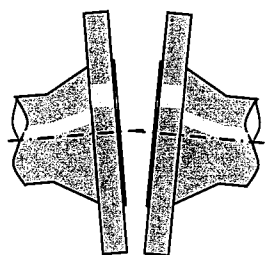

図2 平行度が悪い
- 相対するフランジの平行度が出ていないと片締めの原因となりますので、正しい位置に補正してください。（図2参照）